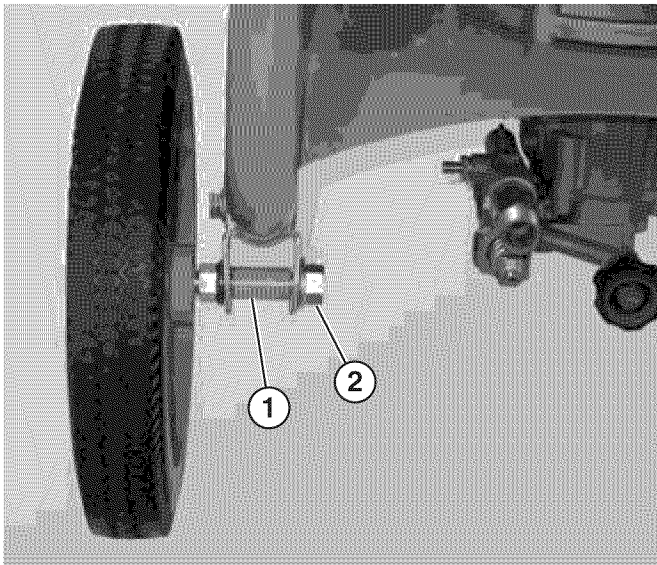

Figura 7 – Ensamble las ruedas al bastidor
5. Instale la rueda con el perno por medio del separador y la estructura (ver Figura 7).
6. Coloque la tuerca de brida dentada y apriete (ver Figura 7).